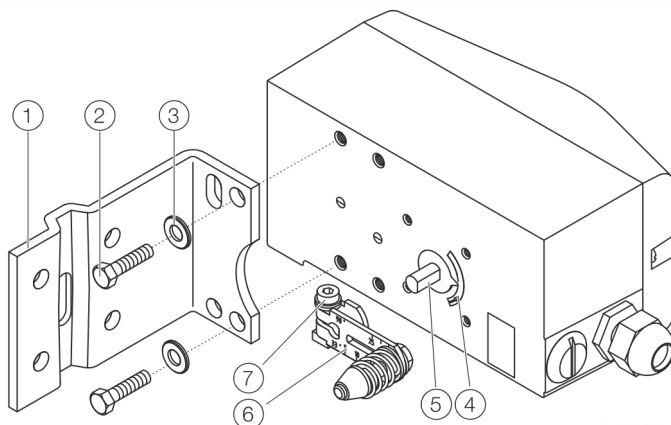
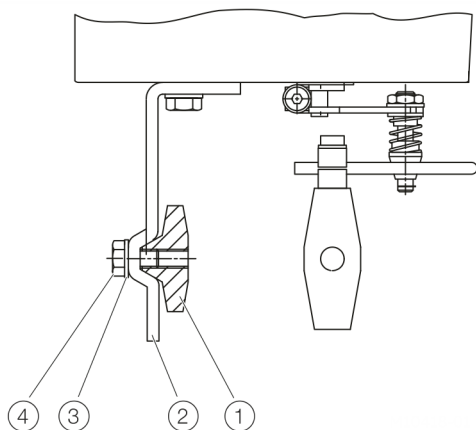

Fig. 6
Fig. 7
Ajuste o curso médio da válvula e alinhe a alavanca na horizontal (item 6 fig. 6).
Em seguida, aperte o parafuso de montagem (item 4 fig. 7) (a alavanca se move entre as marcas de seta item 4 fig. 6).